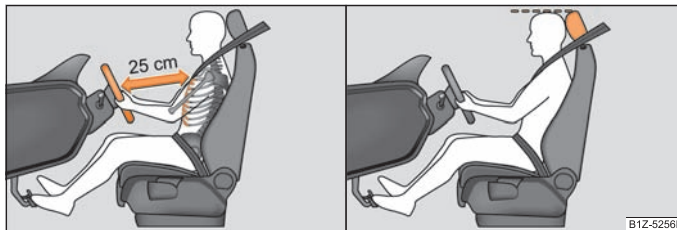

Abb. 129 Der richtige Abstand des Fahrers vom Lenkrad / Die richtige Kopfstützeneinstellung des Fahrers
- Stellen Sie das Lenkrad so ein, dass der Abstand zwischen Lenkrad und Brustbein mindestens 25 cm beträgt ⇒ Abb. 129 - links.
- Stellen Sie die Kopfstütze so ein, dass die Oberkante der Kopfstütze sich möglichst auf einer Höhe mit dem oberen Teil Ihres Kopfes befindet ⇒ Abb. 129 - rechts.
- Der Fahrer muss einen Abstand zum Lenkrad von mindestens 25 cm einhalten ⇒ Seite 142, Abb. 129 links. Wenn Sie den Mindestabstand nicht einhalten, kann Sie das Airbag-System nicht schützen - Lebensgefahr!
- Stellen Sie die Kopfstütze so ein, dass die Oberkante der Kopfstütze sich möglichst auf einer Höhe mit dem oberen Teil Ihres Kopfes befindet ⇒ Seite 142, Abb. 129 - rechts.
- Stellen Sie die Kopfstützen so ein, dass die Oberkante der Kopfstützen sich möglichst auf einer Höhe mit dem oberen Teil Ihres Kopfes befindet ⇒ Seite 142, Abb. 129 - rechts.